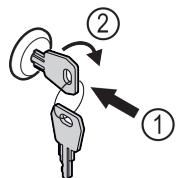

Fig. 129
- Пъхнете ключа Fig. 129 (1).
- Завъртете го на 90° по посока на часовниковата стрелка Fig. 129 (2).